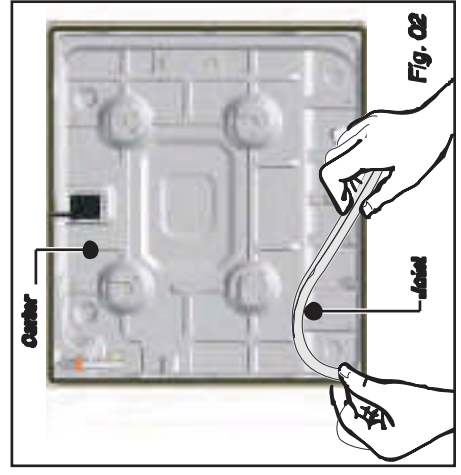

Fig. 02
- Pour assurer l'étanchéité entre le carter et le plan de travail, collez le joint mousse sur le pourtour extérieur du carter (Fig. 02).